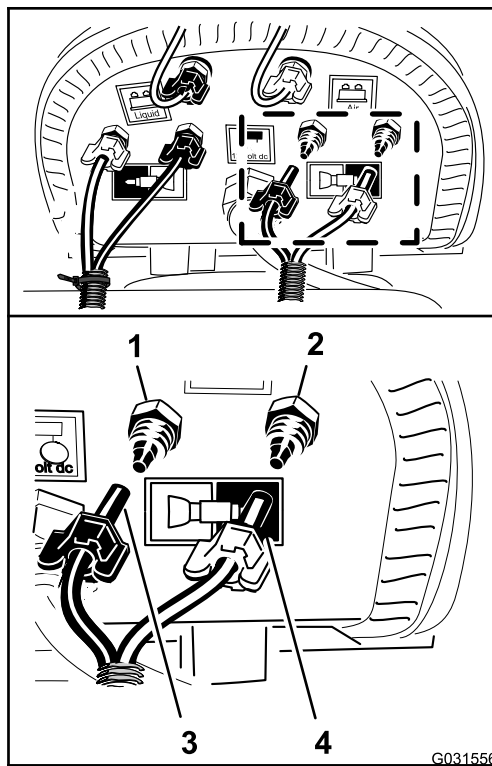

图144
- 连接无标记没有扎带管子将左喷洒段的蓝色管子与左喷洒段供水回路的压紧接头对齐 图144。
- 将用于管子的压紧螺母安装到接头然后用手拧紧螺母 图144。
- 将左喷洒段的透明管子与左喷洒段空气回路的压紧接头对齐 图144。